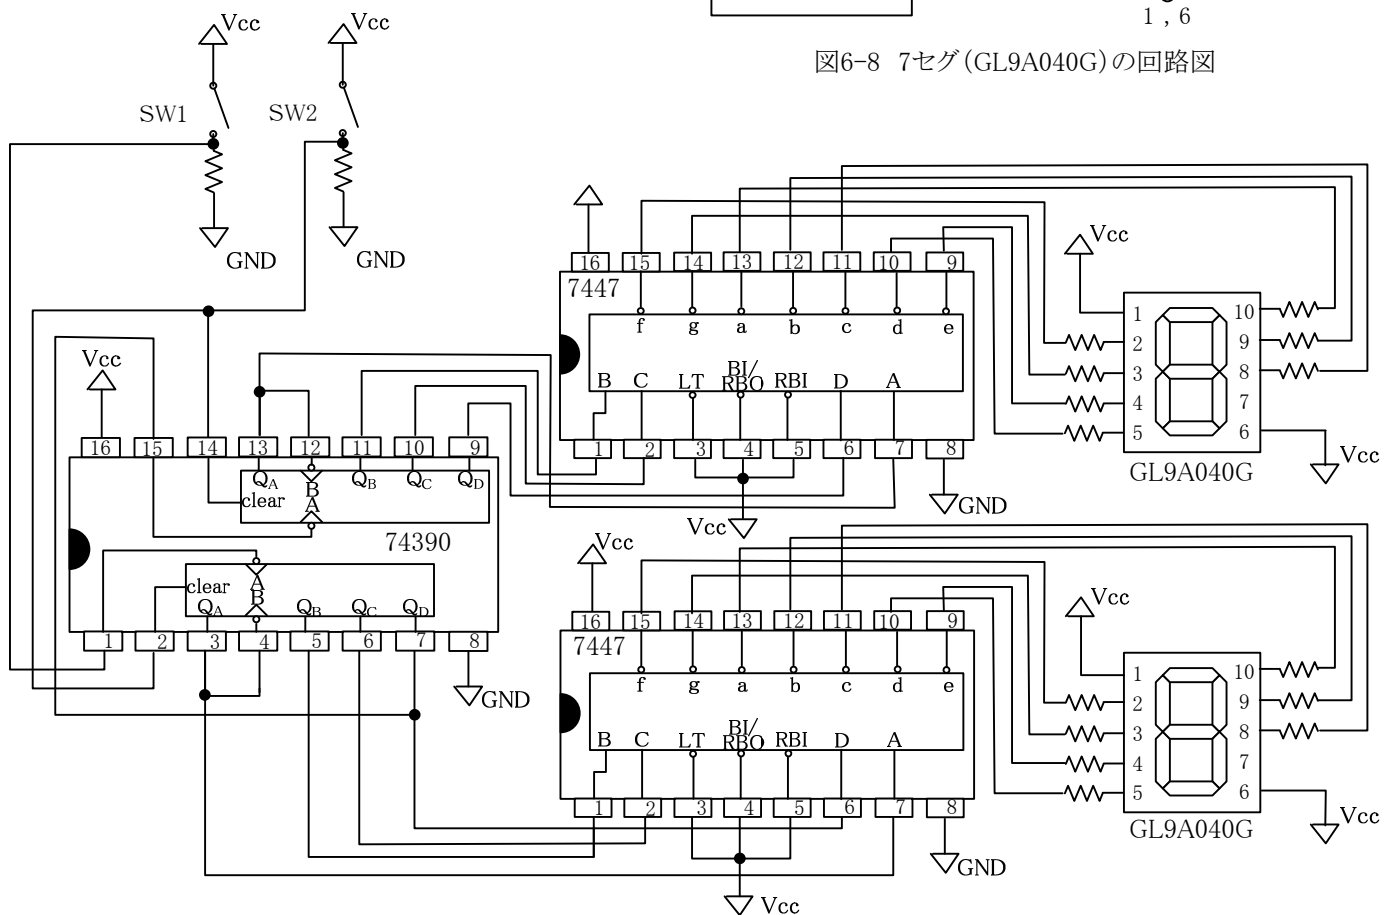

図6-9 10進2桁カウンタ回路
- (2) 図6-9のように配線し、正しく動作することを確認すること。
- (3) 動作の説明を考察課題としてレポートにまとめること。
- (1) TTLとC-MOSは何の略か答えなさい。また、それぞれのICの特徴をまとめなさい。
- (2) 全加算器を用いて並列加算方式について説明しなさい。
- (3) 減算回路はどのように構成すればよいか説明しなさい。補数を使うこと。
- (4) チャタリングについて説明しなさい。また、チャタリングに対してどのような対策があるか説明しなさい。
- (5) 図6-9の回路の動作を説明しなさい。